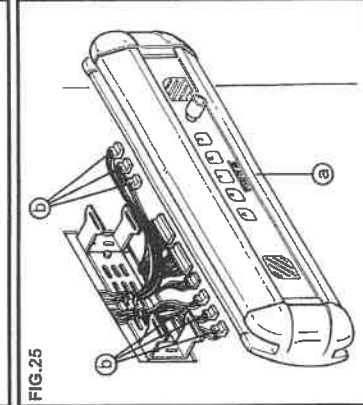

FIG.25
- Montare la pulsantiera sull'arcata (Fig.25/a), avendo cura, prima di fissarla, di effettuare il collegamento di tutti i connettori e del cavo piatto (Fig.25/b) con le relative morsettiere.